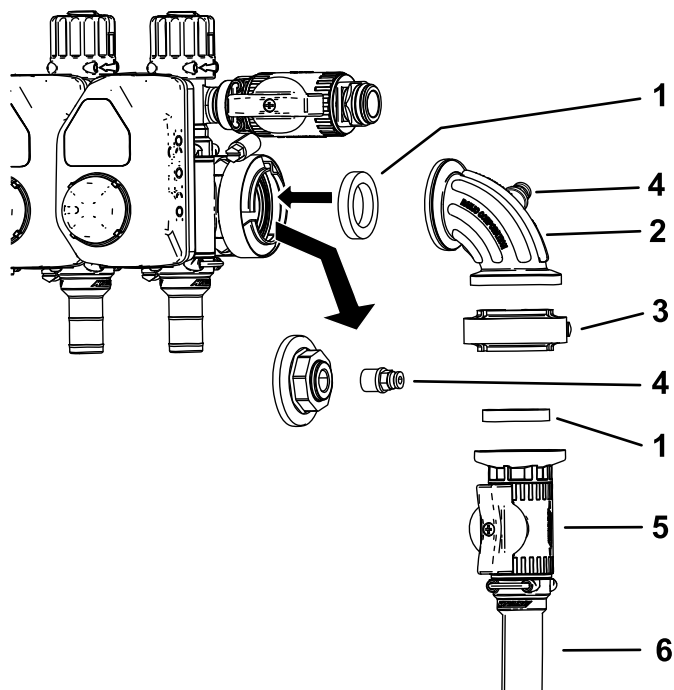

Figura 23
11. Deconectai capacul i elementul de cuplaj de la portul manometrului (Figura 23).
12. Montai ansamblul supapei de control pe verticală, aa cum se arată în Figura 23.
13. Montai elementul de cuplaj în portul deschis al fittingului de 90° (Figura 23).